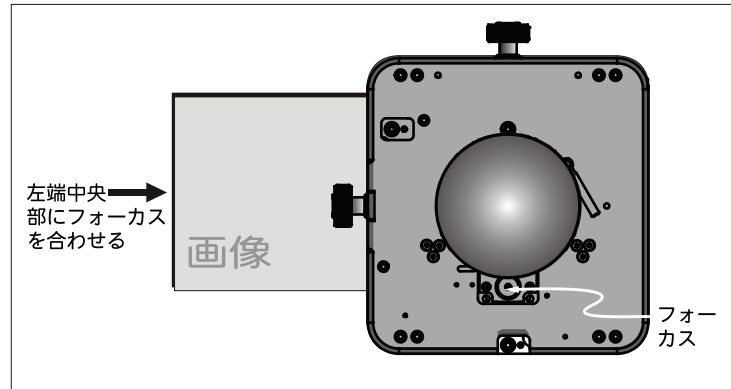

図 2-21 フォーカスの調整
3. フォーカス ノブでレンズを収縮させてフォーカスを調整します。(図 2-21) スクリーン左端の画像を見ながら、フォーカスを合わせます。左側のフォーカスは合ったものの右側がぼやけている場合は、右側のフォーカスがスクリーンの前方と後方のどちらに合っているのか判断します。スクリーン全体のフォーカスが合ったら、ステップ 7 に進んでください。